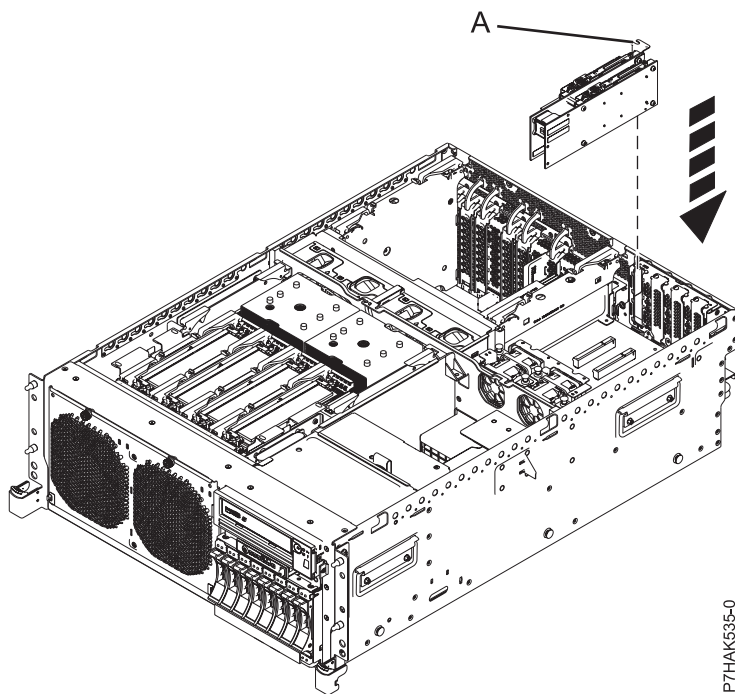
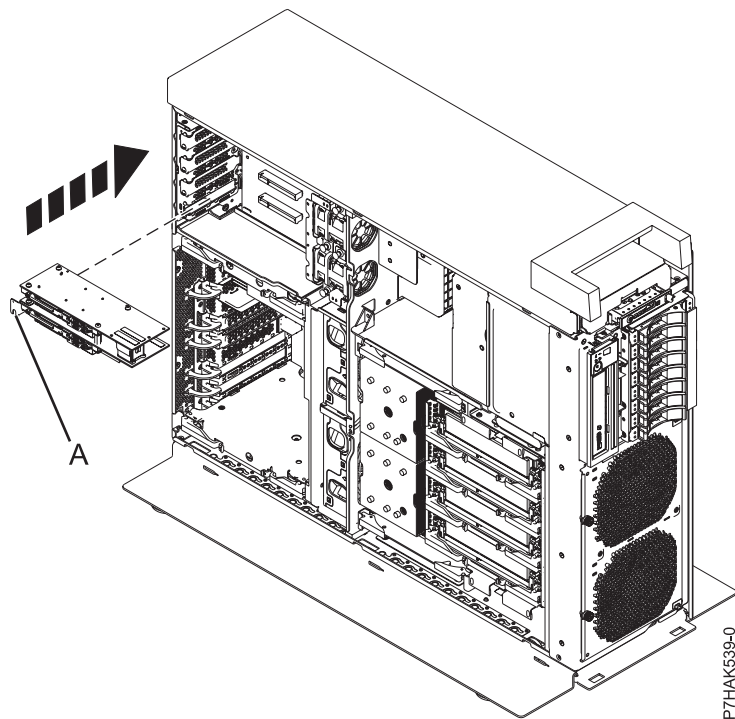

Abbildung 19. PCIe-RAID- und SSD-SAS-Adapter in der Erweiterungsriserkarte eines Einschubsystems installieren
Abbildung 20. PCIe-RAID- und SSD-SAS-Adapter in der Erweiterungsriserkarte eines Standalone-Systems installieren
17. Sichern Sie den PCIe-Adapter im Steckplatz, indem Sie die Adaptersicherung (B) wieder schließen.
18. Wenn Ihr System über eine Erweiterungsriserkarte verfügt, können Sie den flachen PCIe-Adapter in den Steckplatz einsetzen, indem Sie ihn am Haltesteg (A) in Position bringen und danach den Adapter in den Steckplatz drücken, wie hier Abb. 19 auf Seite 26 und hier Abb. 20 auf Seite 26 gezeigt.